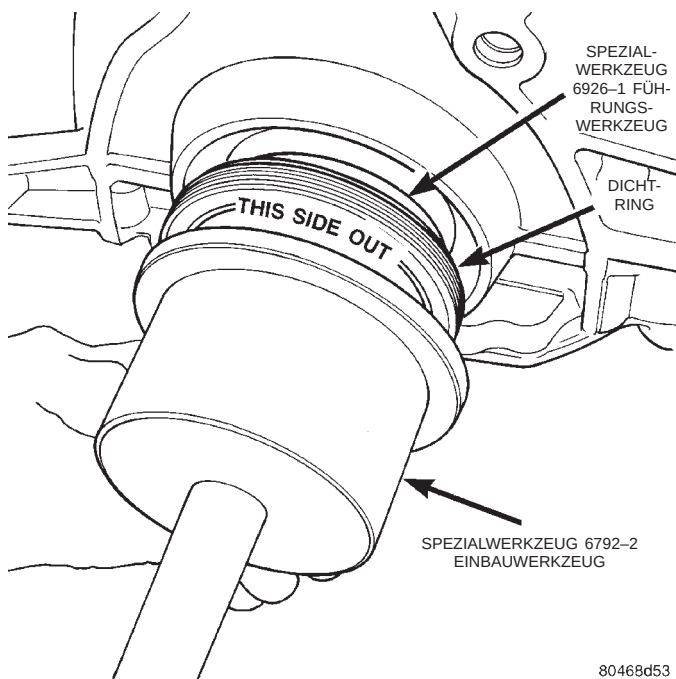
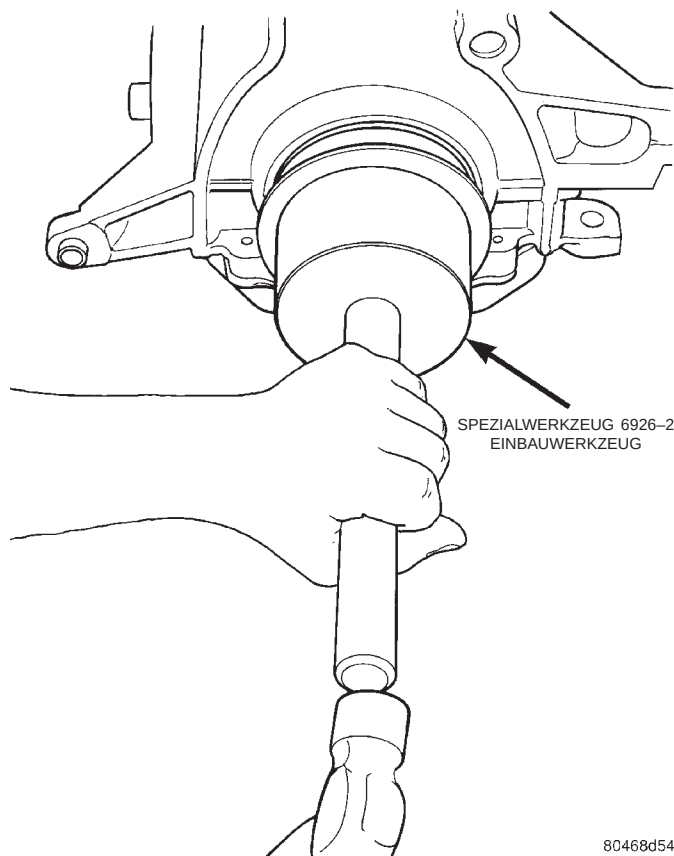

Abb. 72 Kurbelwellendichtring-Spezialwerkzeug 6926-2
Abb. 73 Hinterer Kurbelwellendichtring—Einbau
(3) Dichtring mit Spezialwerkzeug 6926-2 und Griffstück C-4171 in den Motorblock treiben (Abb. 72), bis das Spezialwerkzeug am Motorblock zur Anlage kommt (Abb. 73).